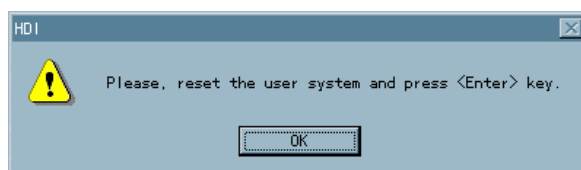

図 3.6 リセット要求ダイアログ
- PCの画面にダイアログ（図3.6参照）が表示されるので、SH7705SEのリセットスイッチ（SW1）をONにし、CPUをリセット後、「OK」ボタンをクリックまたは、<Enter>キーを押してください。